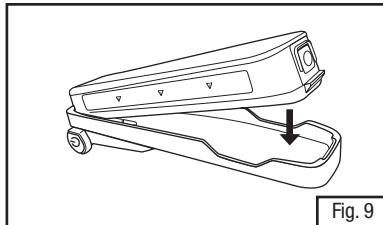

Fig. 9
1. Insérer le bloc-piles dans l'adaptateur TR-659 en faisant glisser le côté muni de charnières de la pile dans le côté correspondant de l'adaptateur (le côté comportant le bouton de mise sous tension) (Fig. 9).